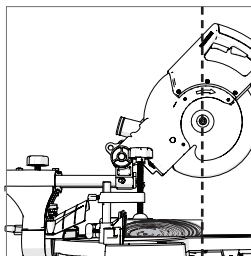

Fig. 27
- Afferrare l'impugnatura di taglio e tirare la testina di taglio finché il mozzo (parte centrale della lama di taglio) si trova sopra il bordo superiore del pezzo da lavorare. **(Fig. 27)**